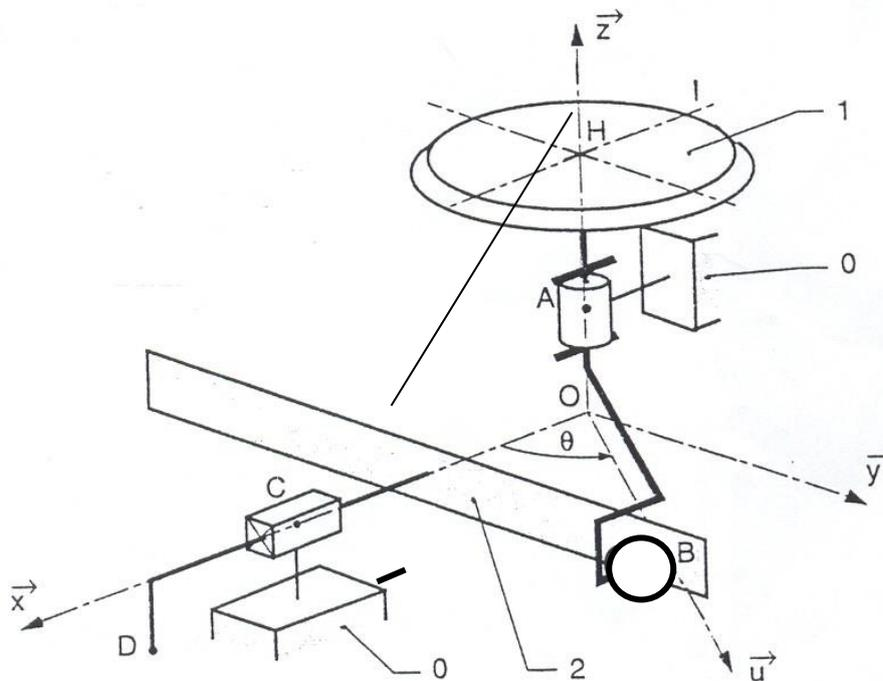

Figure 2 : schéma cinématique du mécanisme de transformation de mouvement de la scie
On modélise le mécanisme de transformation de mouvement par le schéma cinématique de la figure 2 :
- Q1. Réaliser le graphe de liaison du mécanisme schématisé figure 2. Faire la figure plane de calcul.**